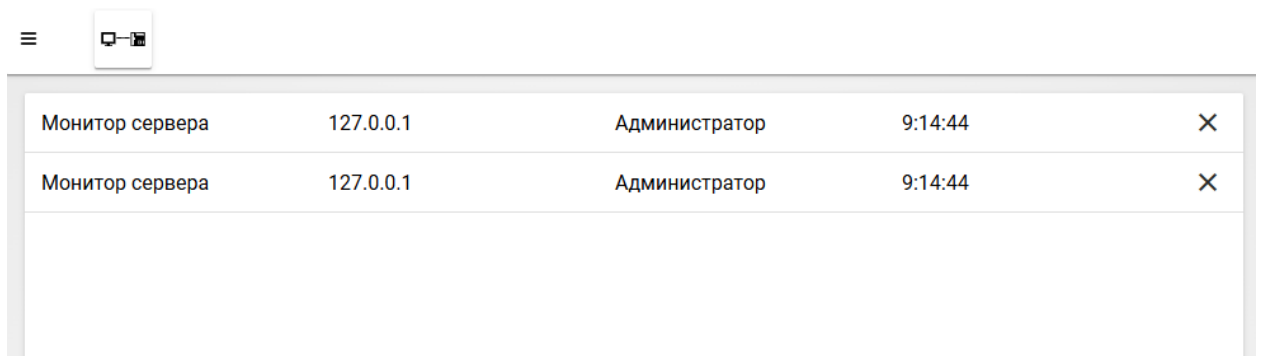

Рисунок 1.5 – Соединения
1. **Соединения** – приложения, подключенные к серверу в текущий момент, с указанием IP-адреса компьютера, с которого осуществляется подключение, имени, зарегистрировавшегося пользователя и времени последнего обращения приложения к серверу (рисунок 1.5).